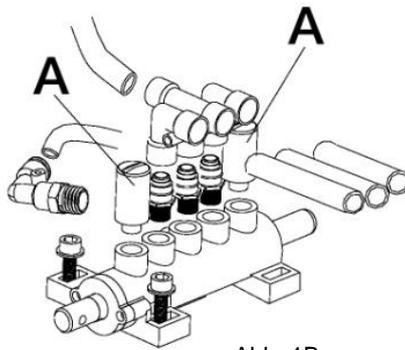

Abb. 1B
- Die Ventile der Spannklauen und des Reifenabdrückers alle 6 Monate reinigen (Abb. 1B).
- Schalldämpferventile des Abdrückers und der Spannklaunen abschrauben (Abb. 1B)